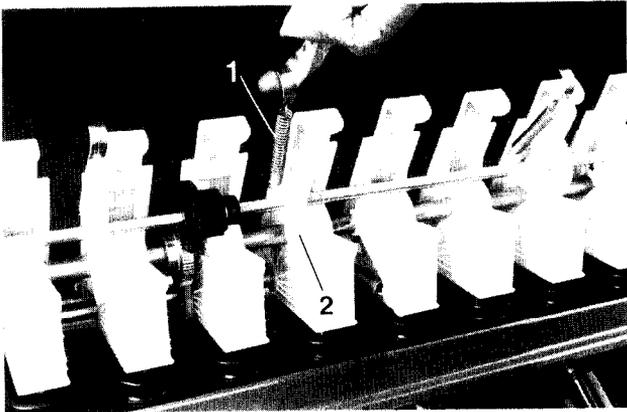
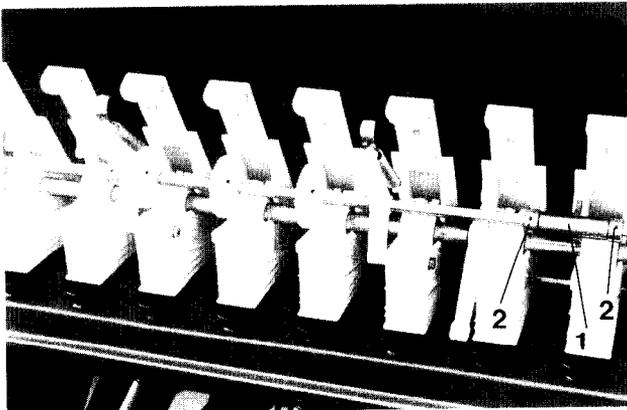
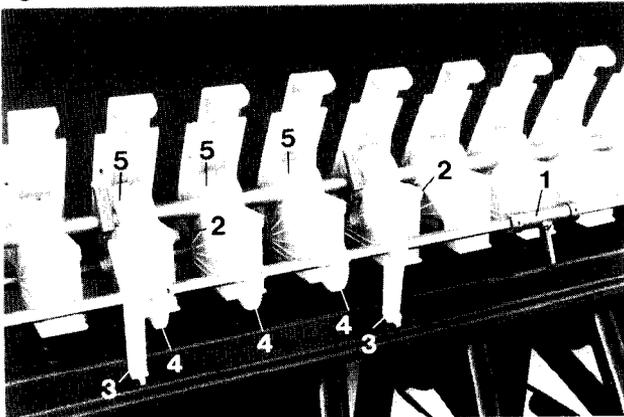

Fig. 60
Fig. 61
Fig. 62
- Zugfedern (Fig. 60/1) zwischen Sägehäusen und Schwenklagern (Fig. 60/2) lösen und die Vorgelegewelle nach hinten abklappen (Fig. 62).
- Eine Halterung (Fig. 61/1), die die Vorgelegewelle axial sichert, greift in eine Aussparung am Sägehäuse. Diese Halterung (Fig. 62/1) wird beim Abklappen der Vorgelegewelle aus der Aussparung herausgezogen und ist nach erfolgter Montage in der gleichen oder in einer Aussparung der nebenliegenden Sägehäuse zu befestigen. Die Halterung (Fig. 61/1) wird axial durch Stellringe (Fig. 61/2) auf der Vorgelegewelle gesichert.
- Skt.-Schrauben (Fig. 62/2), mit denen die Schwenklager rechts und links neben den Fahrgassensägehäusen befestigt sind, lösen.
- Schwenklager (Fig. 62/3) und Kunststoffantriebsritzel (Fig. 62/4) auf der Vorgelegewelle verschieben.
- Mitnehmerschrauben (Fig. 62/5) der neuen Fahrgassensäräder lösen, bis diese sich frei auf der Säwelle drehen lassen.
- Schwenklager (Fig. 62/3) rechts und links neben den Fahrgassensägehäusen befestigen und Zugfedern (Fig. 60/1) von den Schwenklagern (Fig. 60/2) zu den Sägehäusen einhängen.
Die Montage der Kunststoffantriebsritzel (Fig. 62/4) erfolgt nach Punkt 15.5. Die Vorgelegewelle ist nur auf der rechten Maschinenseite mit Kunststoffantriebsritzeln zu bestücken. Die Antriebsritzel sind auf der Vorgelegewelle so zu montieren, daß der Abstand der Fahrgassensäräder, gemessen von der rechten äußeren Maschinenseite, eine halbe Schlepperspur beträgt. Bei Arbeiten mit der Vorauflaufmarkierung ist die linke Spuranreißerscheibe zu demontieren.